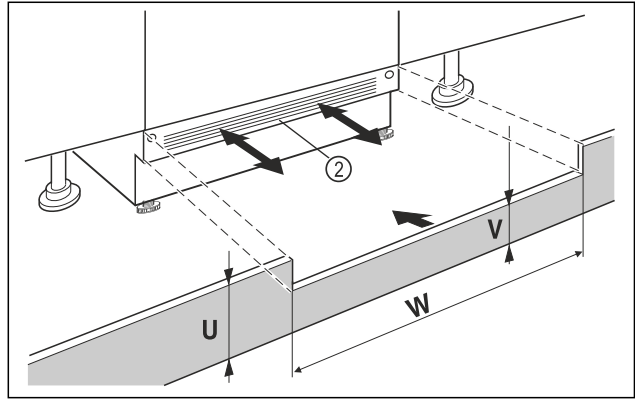

Fig. 98 Ενδεικτική απεικόνιση
- Τοποθετήστε τη μπάζα συσκευής Fig. 98 (2) αλλά μην την στερεώνετε ακόμη.
- Με την μπάζα Fig. 98 (2) ορατή, τραβήξτε την τόσο προς τα εμπρός, ώστε η μπροστινή ακμή του πλέγματος αερισμού και η μπάζα του επίπλου να είναι σε μία ευθεία.
- Με την μπάζα Fig. 98 (2) κρυμμένη, σπρώξτε την τελείως προς τα πίσω.
- Βεβαιωθείτε ότι είναι τελείως ελεύθερες οι σχισμές αερισμού: Εάν χρειάζεται, κόψτε στο σωστό ύψος την μπάζα του επίπλου Fig. 98 (U)!
- Προσαρμόστε κατά μήκος του πλάτους της εσοχής Fig. 98 (W) το ύψος του στηρίγματος Fig. 98 (V) κάτω από την μπάζα της συσκευής Fig. 98 (2).